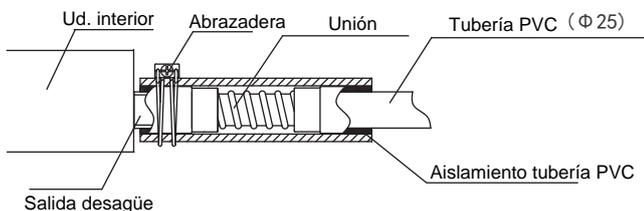

Fig.8-1
- Por favor use los accesorios suministrador para conectar el desagüe de la unidad interior con la tubería de PVC, después usar la abrazadera para fijar la conexión (ver Fig.8-1).